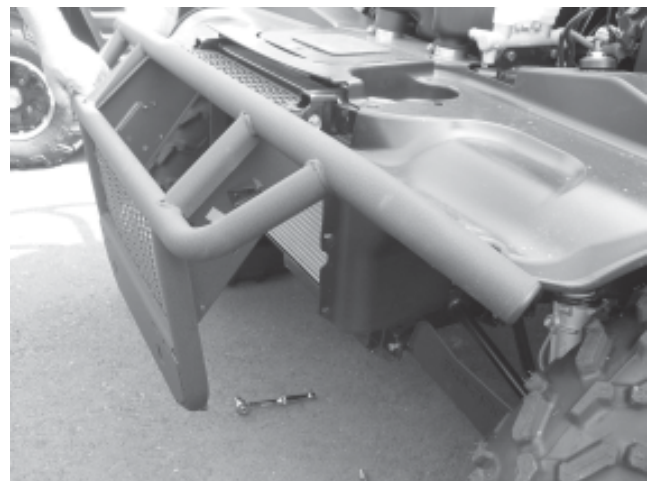
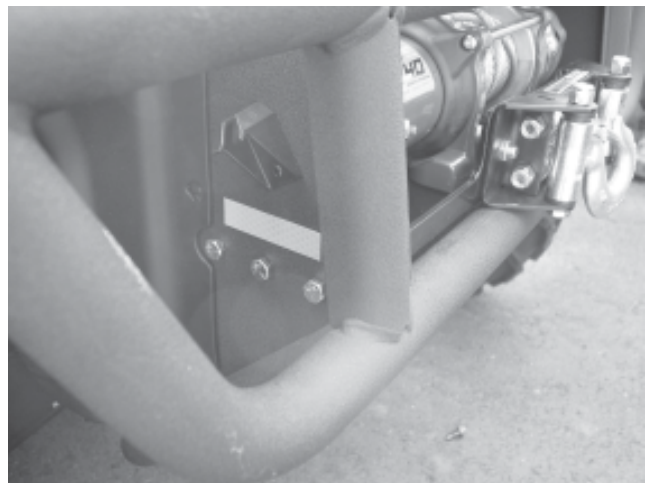

Figure 6
Figure 8
5. Saisir le bas du pare-chocs et le faire pivoter vers le haut sur l'axe des points de pivotement supérieurs, tel qu'illustré à la figure 6. Ceci permettra d'installer la plaque de montage à partir de l'arrière du pare-chocs.
7. Le pare-chocs étant tourné vers le haut, tel qu'illustré à la figure 6, positionner correctement la plaque de montage et la fixer à l'aide de six vis à tête 5/16-18x1 insérées à travers le cadre du pare-chocs et d'écrous de blocage, tel qu'illustré à la figure 8. Utiliser une douille 1/2 po pour serrer à un couple de 12,5 N-m (17 lb-pi).